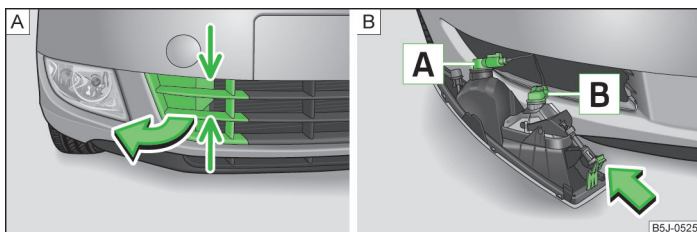

Abb. 161 Vorderer Stoßfänger: Schutzgitter / Ausbau des Nebelscheinwerfers
Glühlampenordnung » Abb. 161.
- Das Schutzgitter an den mit Pfeilen gekennzeichneten Stellen fassen » Abb. 161 - **A** und die Abdeckkappe in Pfeilrichtung herausnehmen.
- Die Hand in die Öffnung im Schutzgitter führen und die Rastnase » Abb. 161 - **B** in Pfeilrichtung drücken.